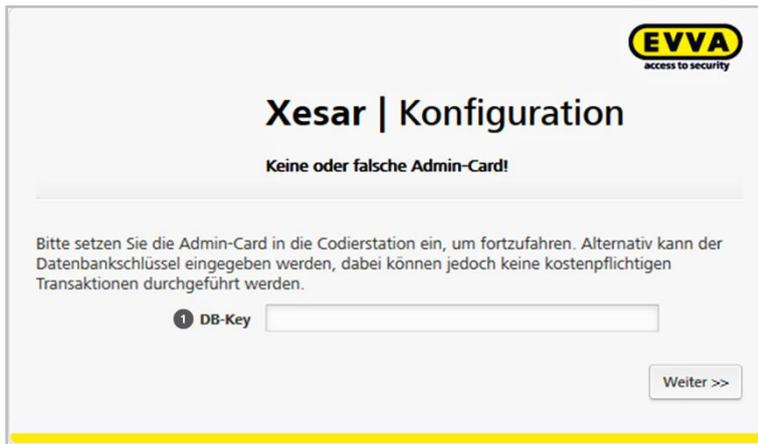

Abbildung 47: DB-Key
Ist Ihre Xesar-Codierstation nicht angeschlossen, Ihre Admin-Card defekt oder nicht vorhanden, wird das Anwendungsfenster **Xesar | Konfiguration** (Abbildung 47: DB-Key) eingeblendet und Sie können den DB-Key eingeben, um fortzufahren. Beachten Sie bitte, dass Sie ohne Admin-Card keine Berechtigungen für Personen/Identmedien vergeben können.
Der DB-Key ❶ (Abbildung 47: DB-Key) ist jener bei der Installation automatisch generierte Code, den Sie den Zugangsdaten entnehmen (siehe **Zugangsdaten und DB-Key sichern**).